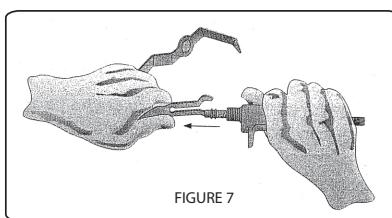

FIGURE 7
- 4 Retirez le filtre. Aidez-vous du protège-mains si besoin est (figure 7). Nettoyez-le avec le dissolvant adapté.